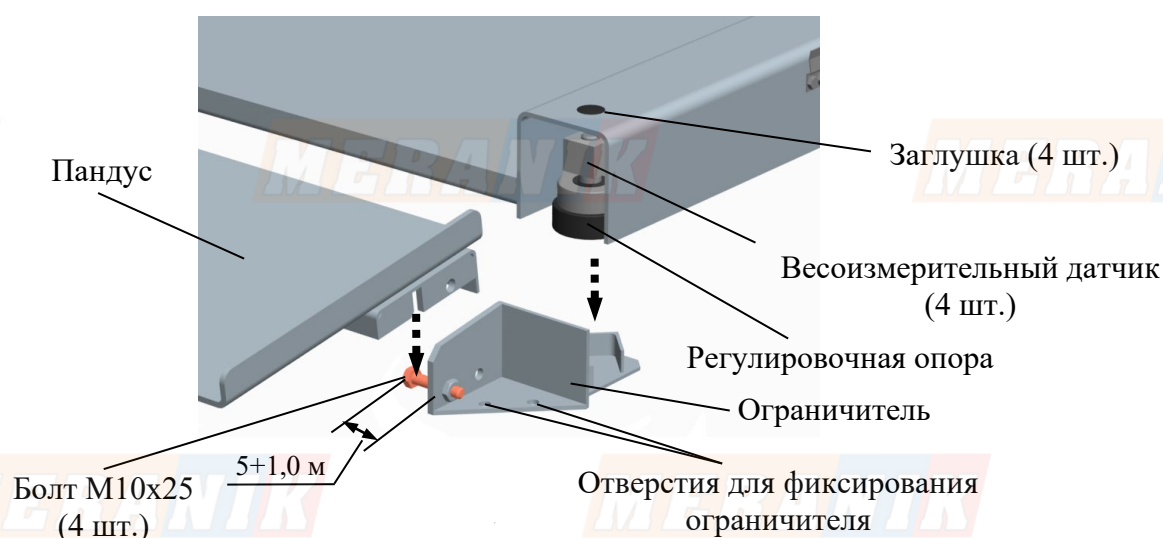

Рисунок 4.2 – Сборка модуля взвешивающий 4D-LA
4.3.3 Отрегулируйте болты в ограничителе так, чтобы зазор между головкой болта и стенкой ограничителя был 5+1,0 мм (см. рис. 4.2).
4.3.4 Поочередно приподнимая каждый из четырех углов платформы, подложите ограничители под регулировочные опоры датчиков и установите пандусы (см. рис. 4.2).
При необходимости зафиксируйте ограничитель болтами М10 (8 шт.) через отверстия (см. рис. 4.2). Болты для фиксирования ограничителя в комплект поставки не входят.